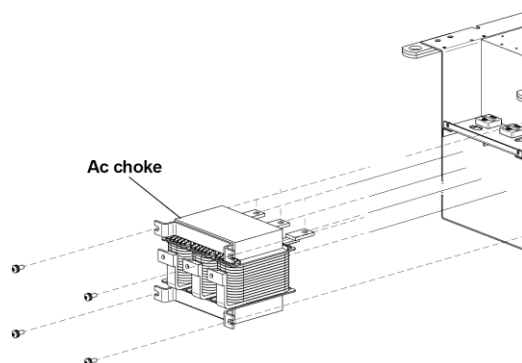

Figura 7.4.18. Extracción bobina de choque trifásica
- 3) Extraer la bobina de choque (ver figura 7.4.18).